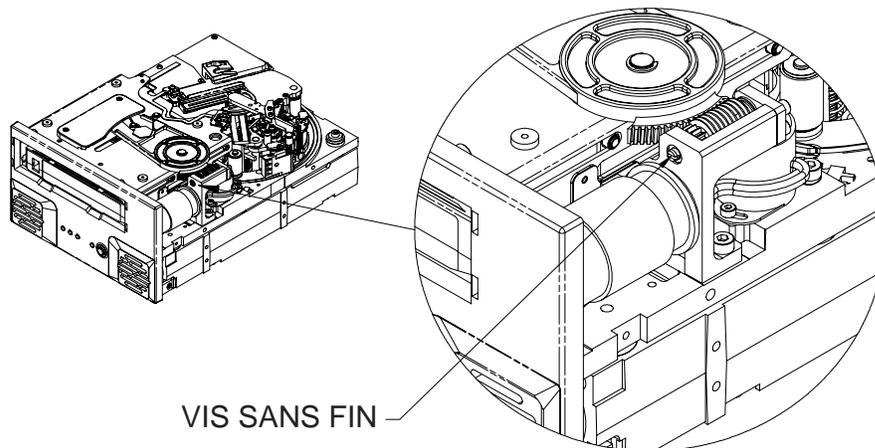

Figure 22. Schéma du Viper 200 montrant la vis sans fin
13. Utilisez un tournevis plat pour faire tourner la vis sans fin dans le sens inverse des aiguilles d'une montre (vers la gauche). La figure 22 montre l'emplacement de la vis sans fin. Cela soulève progressivement l'élévateur de cassette et fait glisser la cassette partiellement en dehors du lecteur.